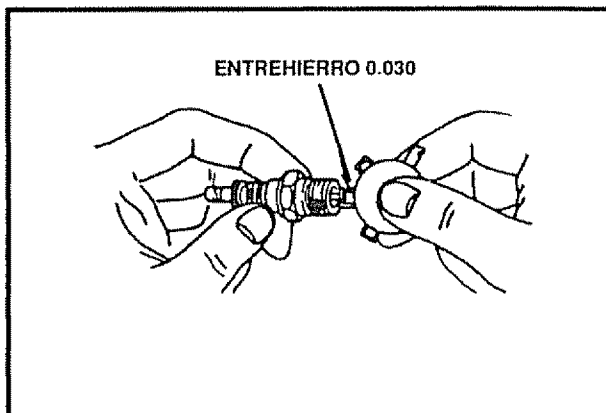

FIG. 36
- Asegúrese de que la bujía esté limpia y libre de materia extraña. Revise el entrehierro de los electrodos (Véase Fig. 36) con un instrumento medidor y restaure el entrehierro a 0,030 pulgadas si fuese necesario.